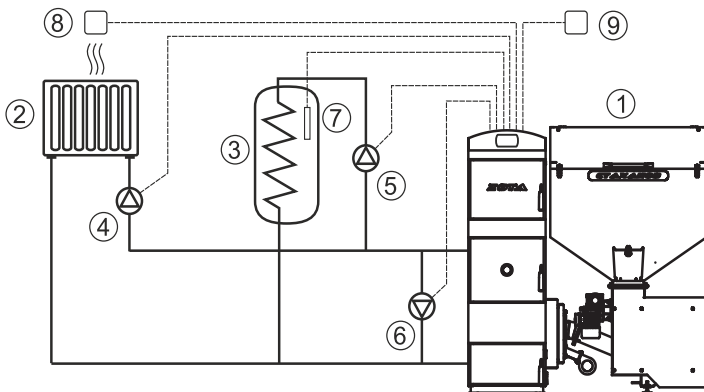

Рис.9 Упрощенная схема подключения котла с контуром ГВС.
6.7. Монтаж котла производится в соответствии с принятым вариантом схемы отопления. Упрощенные примеры схем подключения котла приведены на рис.9;10.